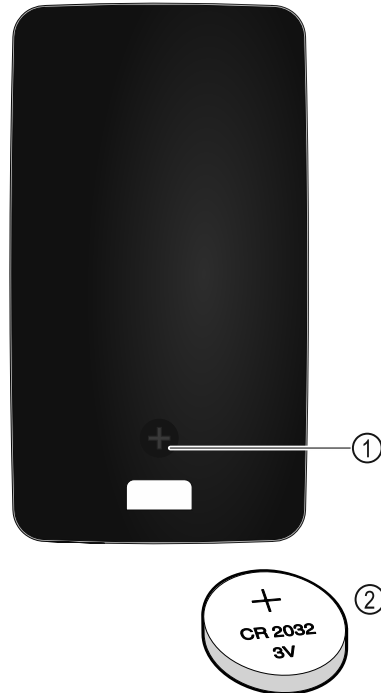

Fig. 141
Oddaljeni upravljalnik se napaja prek baterije tipa CR 2032 s 3 V Fig. 141 (2). Takšen tip baterije je na voljo v specializirani trgovini.
- ▶ Odvijte vijak Fig. 141 (1) na zadnji strani oddaljenega upravljalnika.